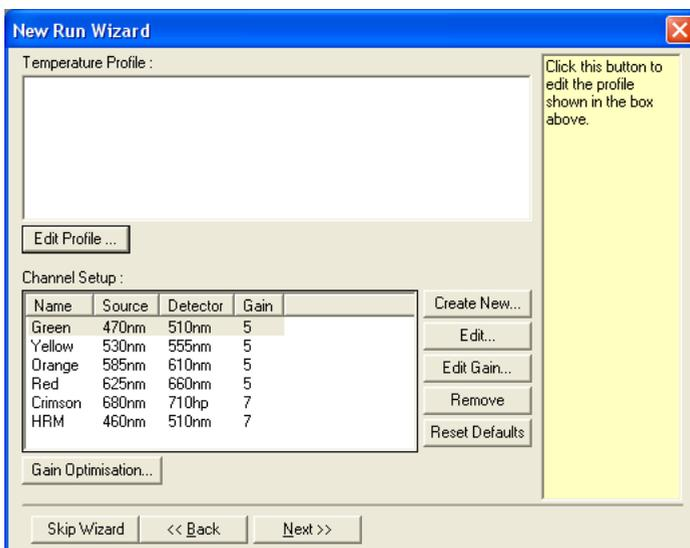

Figura 22. "Edit Profile" (Editar perfil) en el cuadro de diálogo "New Run Wizard" (Asistente para series nuevas)
5. Haga clic en Edit Profile (Editar perfil) situado en el cuadro de diálogo “New Run Wizard” (Asistente para series nuevas) (figura 22) y revise los parámetros de la serie analítica según los pasos siguientes.